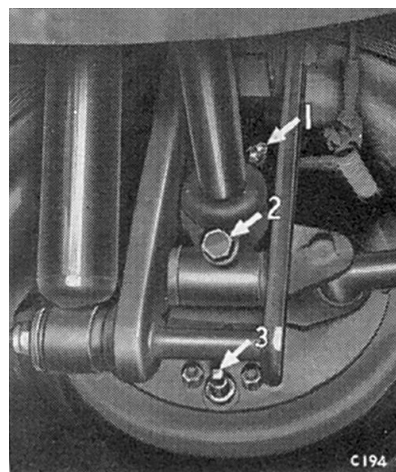

Fig 16.
**Réglage des freins arrière (Fig. 16)**